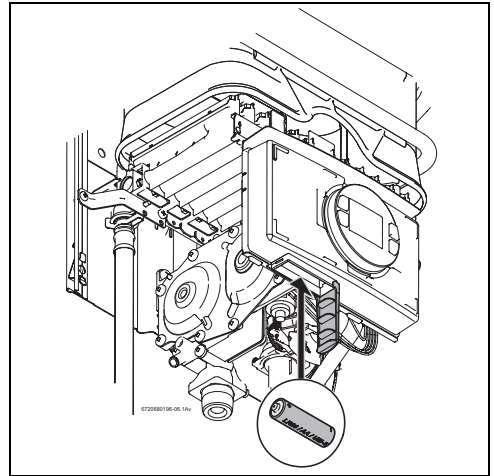

Fig. 23 Compartimiento de la pila
- Introducir la pila de 1.5 V (→Fig. 23) - suministrada con el aparato.